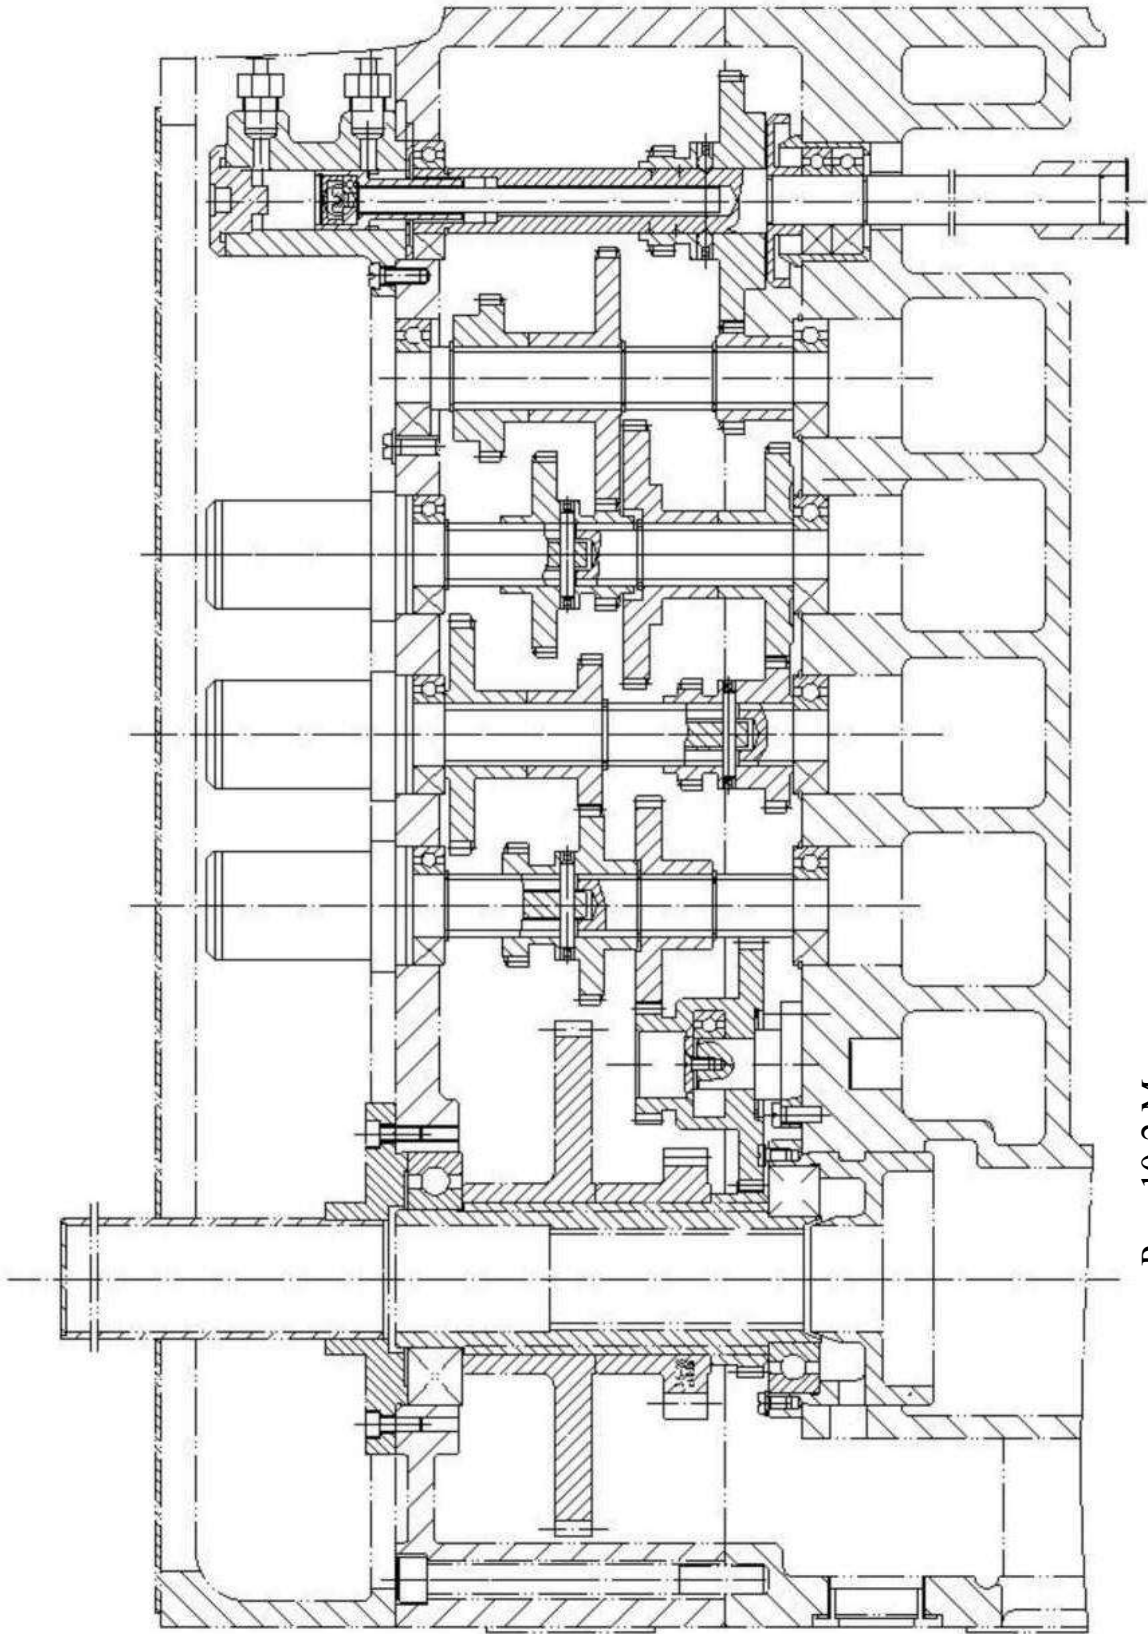

Рис. 10-2 Механизм изменения скорости подачи шпинделя
10.2 Система передачи скорости подачи шпинделя (Рис. 10-2)